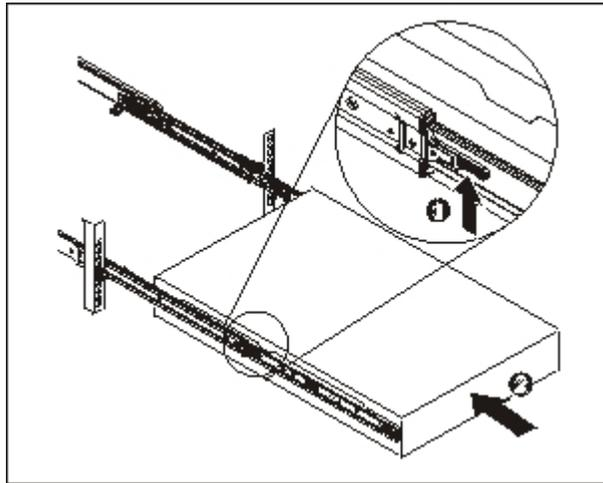

Abbildung 11. Gerät in den Gehäuserahmen schieben
6. Schieben Sie das Gerät wie in Abb. 11 gezeigt in den Gehäuserahmen.